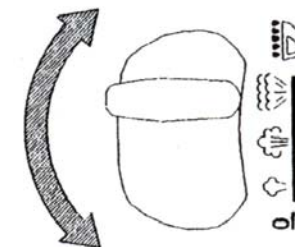

Fig. 3
3. Coloque el control variable de vapor en la posición de ráfaga de vapor. (Fig. 3).
5. Mueva el control variable de vapor hacia arriba para aumentar la cantidad de vapor. (Fig. 3). Al usar más vapor, la plancha usa más agua y podría ser necesario rellenar más seguido el tanque de agua. Vea la página 4 para rellenar la plancha con agua.